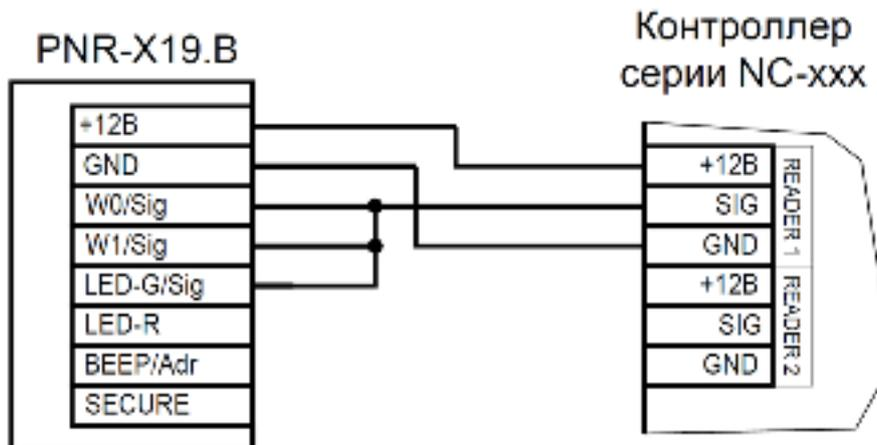
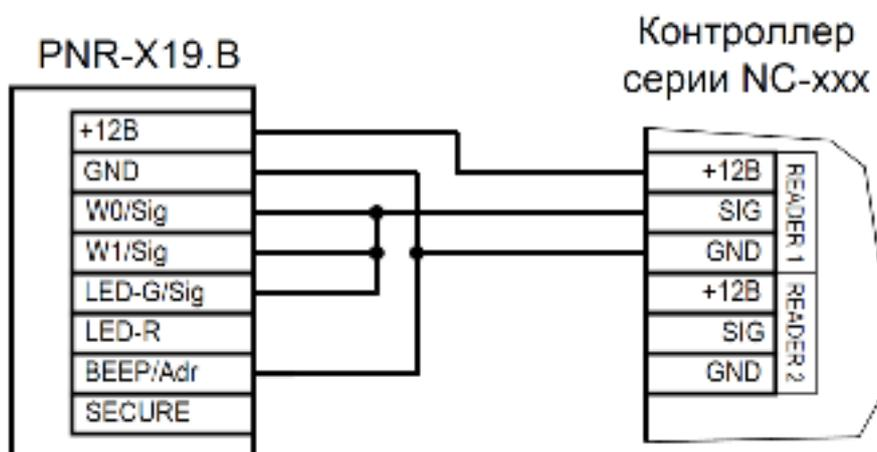

Рисунок 5. Подключение считывателя в режиме Parsec, адрес 1 (внутренний)
Рисунок 6. Подключение считывателя в режиме Parsec, адрес 0 (наружный)
- **Parsec** – при работе в этом режиме линия SIG считывателя (зеленый + белый + оранжевый провода) является двунаправленной (см. таблицу 2 и рис. 5 и 6). По ней считыватель передает контроллеру считанный с карты код во внутреннем формате системы Parsec.
Кроме того, в системе Parsec каждый считыватель имеет собственный адрес: 1 (внутренний считыватель, рис. 5) или 0 (наружный, рис. 6), – что позволяет использовать один кабель от контроллера для подключения двух считывателей.